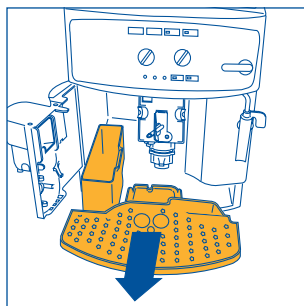

Рис. 16
ПРИМЕЧАНИЕ 7: кофеварка подсчитывает количество чашек воды, которые были приготовлены. Каждые 14 маленьких чашек (или 7 больших) ☐ загорается индикатор (гл. 12, пункт 3), предупреждая, что кассета для кофейной гущи заполнена и ее необходимо вытряхнуть и прочистить. До очистки кассеты для гущи лампа остается горячей, а кофеварка больше не готовит кофе. Для того, чтобы произвести очистку, откройте дверцу для обслуживания, расположенную в передней части, потянув за специальную ручку, рис. 15; загорится мигающий индикатор ☐, см. пар.12, п. 9, затем извлеките ванночку для сбора воды, рис. 16, слейте и очистите ее.
- извлеките ванночку для сбора воды и кассету для гуши, рис. 16 и промойте их;